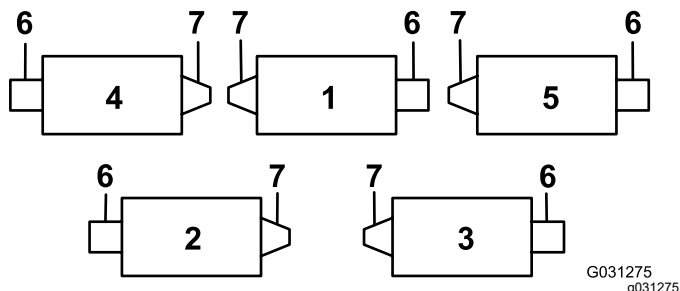
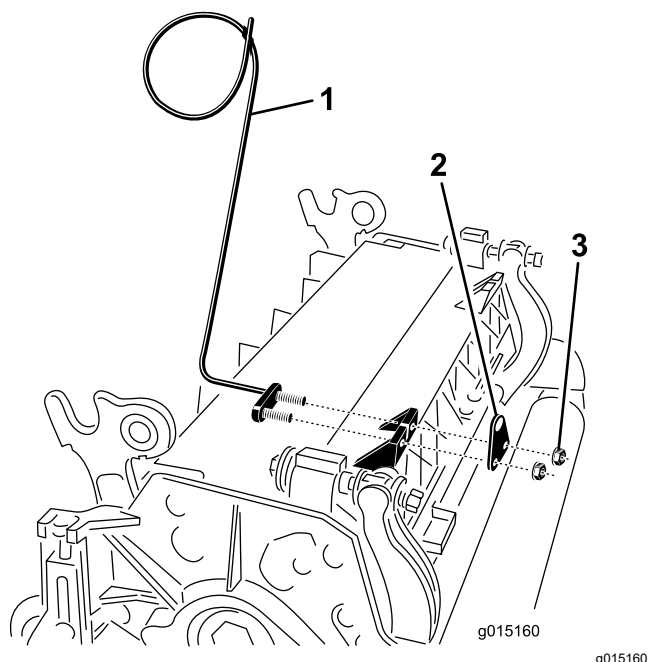
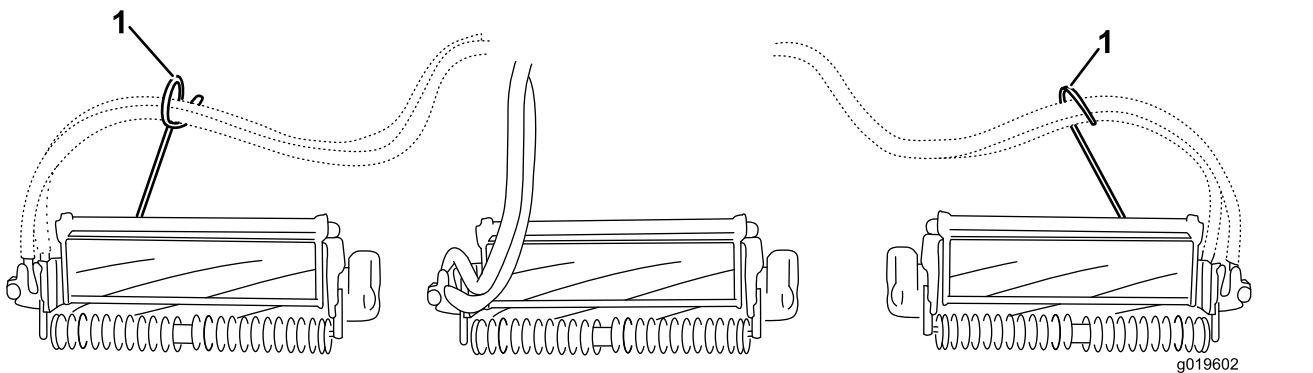

Figura 6
Figura 7
Figura 8
7. Na unidade de corte 4 (frontal esquerda) e na unidade de corte 5 (frontal direita), utilize as porcas de montagem do suporte da barra para instalar os guias de tubos na frente dos separadores da unidade de corte. Os guias de tubos devem inclinar para a unidade de corte central (Figura 6, Figura 7, Figura 8).